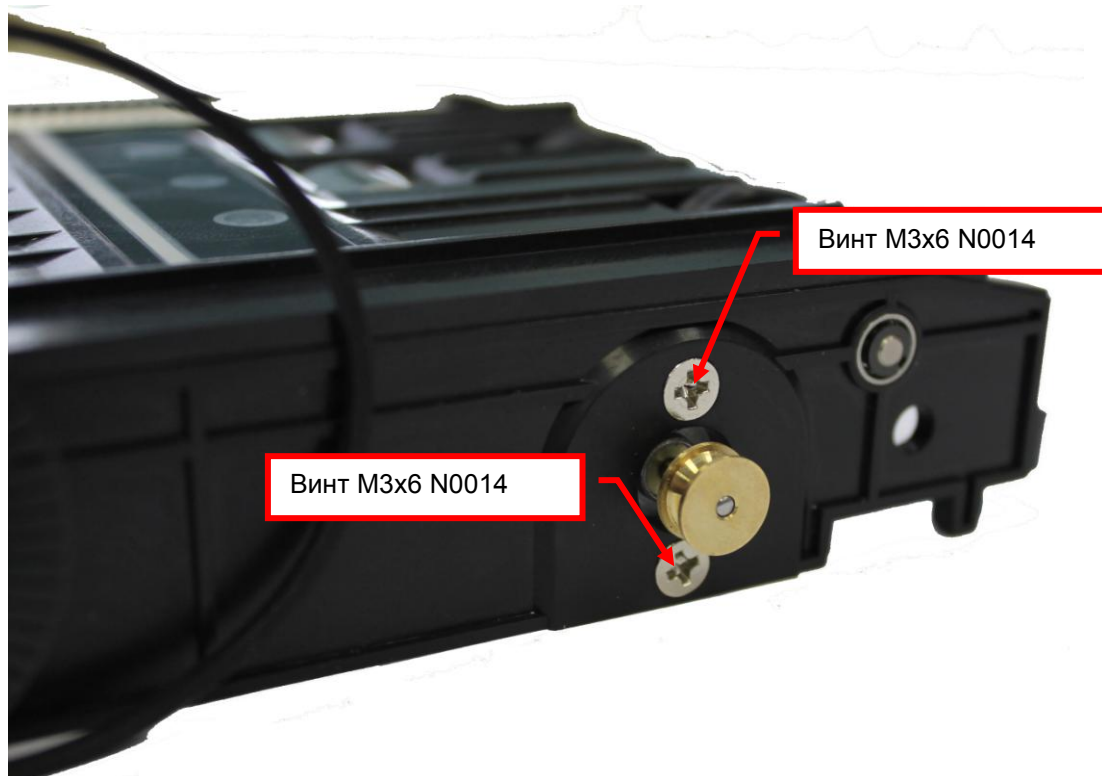

Рис. 8.29
8.13.4 Вывинтите, с помощью отвертки Ph2, винты М3х6 N0014 (2 шт.). Снимите двигатель с каркаса нижнего в сборе (см. рис.8.29).